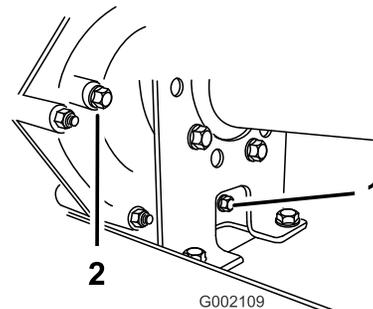
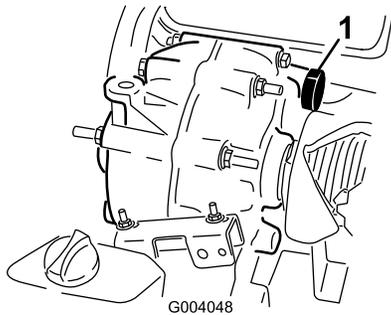

Figure 60
Figure 61
2. Essuyez la surface autour des bouchons de remplissage et de vidange avec un chiffon (Figure 60).
4. Dévissez et enlevez le bouchon de remplissage (Figure 60).
5. Dévissez et enlevez le bouchon de vidange (Figure 60).
6. Remettez et serrez le bouchon de vidange et le joint dans le trou de la transmission (Figure 60).
7. Versez par le trou du bouchon de remplissage du réservoir (Figure 61) environ 1,4 litre du liquide spécifié ou la quantité de liquide nécessaire pour que le niveau de liquide atteigne le bas du filetage. (Figure 60).
8. Remettez et serrez le bouchon de remplissage et le joint dans le trou de la transmission (Figure 60).
10. Contrôlez le niveau de liquide et faites l'appoint si le niveau est en dessous du filetage du trou du bouchon de remplissage (Figure 60).